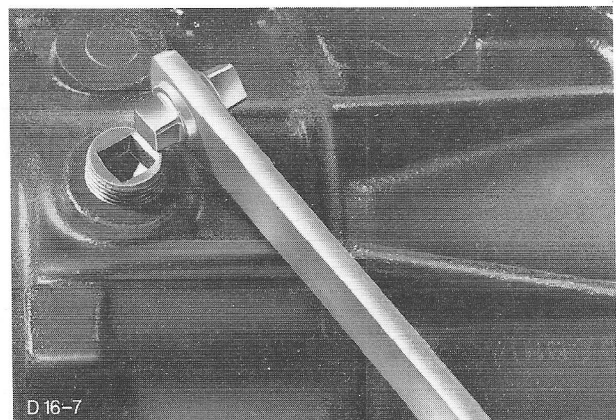

Fig.18 Vuldop van versnellingsbak monteren.
23. Controleer het oliepeil in de versnellingsbak door de vulplug met Speciaal Gereedschap 16-005 te verwijderen. Vul zonodig bij met de voorgeschreven olie. Monteer de vulplug (fig.18).